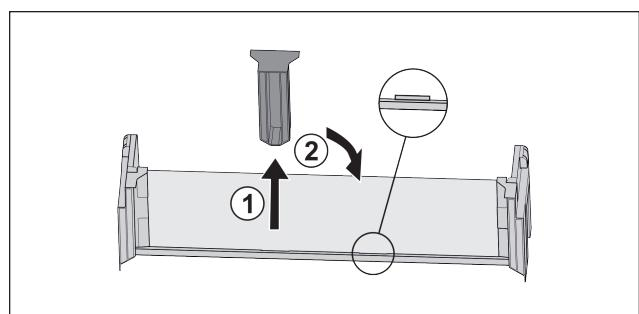

Fig. 114
- Desprindeți piesa de susținere intermedieră Fig. 114 (1).
- Introduceți piesa de susținere intermedieră la a doua poziție Fig. 114 (2).